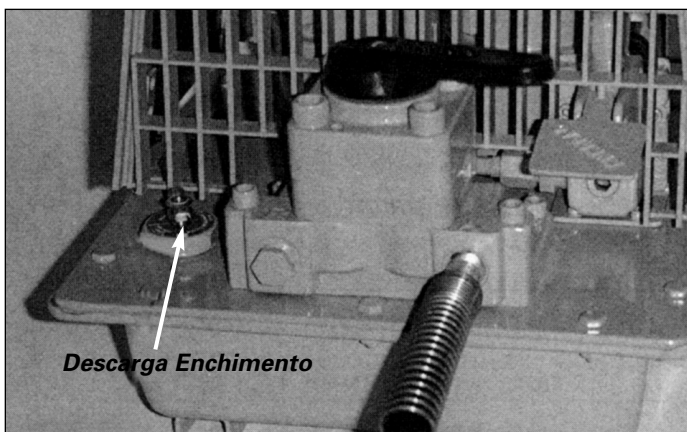

Figura 2 – Localização do bujão de descarga/enchimento
2. Remova o bujão de descarga/abastecimento e abasteça o reservatório pelo bujão de descarga/abastecimento até 1/2 polegada do topo. (Consulte a Figura 2)